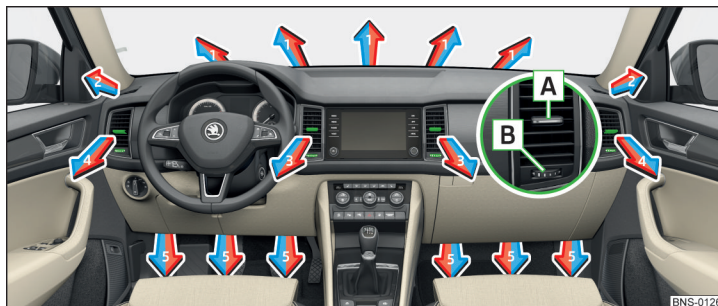
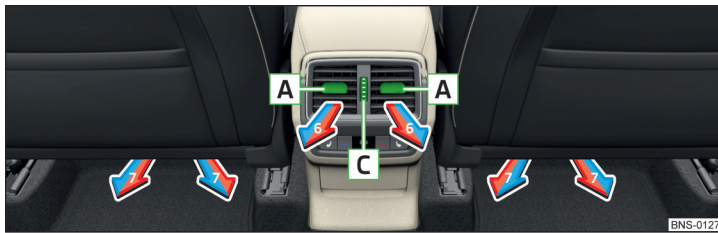

Abb. 150 Luftaustrittsdüsen vorn
Abb. 151 Luftaustrittsdüsen hinten
Bei den Luftaustrittsdüsen **3, 4** » Abb. 150 und **6** » Abb. 151 kann die Luftströmungsrichtung geändert und die Düsen können auch einzeln geöffnet und geschlossen werden.
Die Einstellung der Luftstromrichtung erfolgt durch das Verschieben des Verstellelements **A** » Abb. 150 bzw. » Abb. 151 in gewünschter Richtung.
- › Den Regler **B** » Abb. 150 nach rechts drehen.
- › Den Regler **C** » Abb. 151 nach oben drehen.
- › Den Regler **B** » Abb. 150 nach links drehen.
- › Den Regler **C** » Abb. 151 nach unten drehen.
Richtung des Luftaustritts einstellen	Luftaustrittsdüsen » Abb. 150 und » Abb. 151